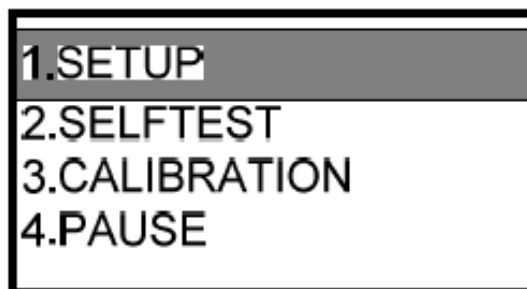

Рис. 3.3.1-1. Меню
- 1) Продолжайте нажимать кнопку, пока зеленый светодиод в режиме ожидания не начнет мигать. После этого на ЖК-дисплее отобразится меню, как показано на рис. 3.3.1-1.